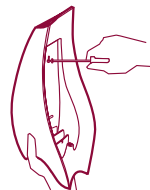

Fig. 5
- Introduza as buchas na parede e fixe a base-carregador, usando os parafusos. (fig. 5)